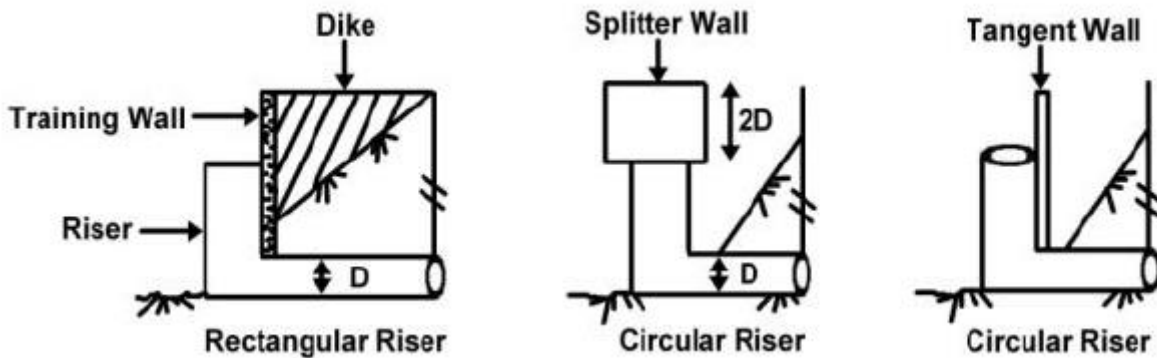

Figura 183.4- Proteção contra vórtice
- É importante colocar anti-vórtice, conforme Figura 183.4, que pode ser uma parede vertical